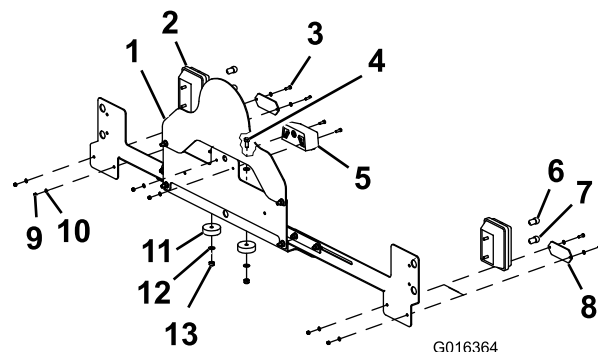

Figura 10
- Ensamble las 2 lámparas de los intermitentes, las 2 lámparas de las luces de posición, los 2 intermitentes traseros, los 2 reflectores y la lámpara de la placa de matrícula al soporte trasero con 6 pernos de cabeza hexagonal (M5), 10 arandelas (M5) y 6 contratuercas (M5) según se muestra en Figura 10.
- Sujetan el soporte de las luces al travesaño trasero con 2 pernos (M8), 4 arandelas (M8), 2 espaciadores de nylon y 2 contratuercas (M8) (Figura 10).